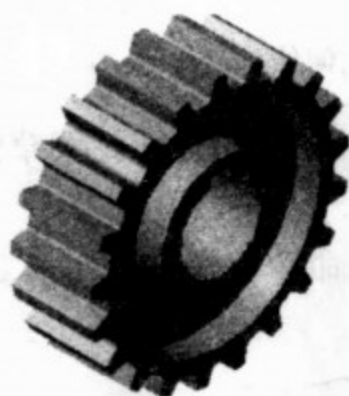

图 11-32 齿轮体着色
(22) 单击【着色】工具条【体着色】命令按钮, 齿轮的造型如图 11-32 所示。